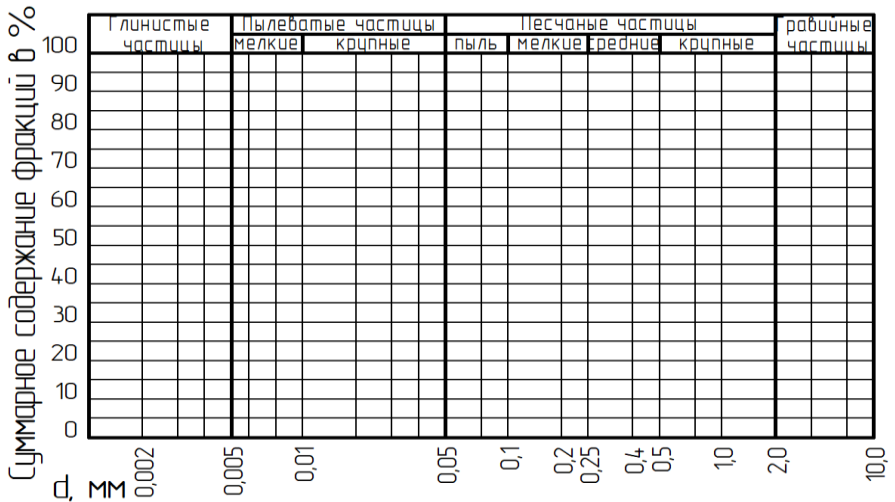

Рис. 1.1. Кривая гранулометрического состава песчаного грунта.
2. Построить график гранулометрического состава грунта (рис. 1.1).